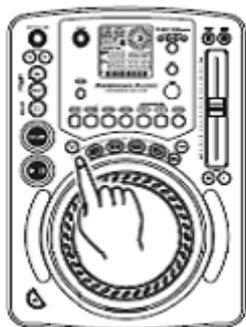

Figura 16
1) Creare un "cue point" mediante uno dei due dispositivi elencati a pagina 18. Premere il pulsante MEMORY (17) come in Figura 16.